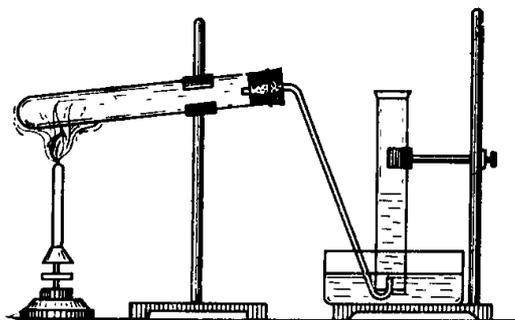

Рис. 3.2. Прибор для получения N_2O .
Схема прибора для получения оксида азота (I) представлена на рис. 3.2.